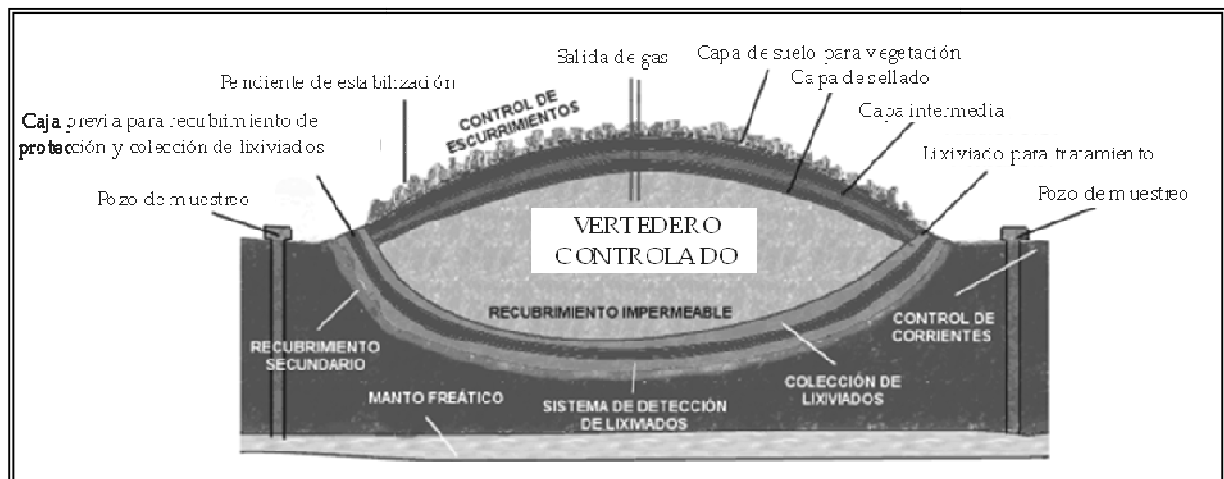

Figura 27 Esquema de un vertedero.
- **VERTEDERO CONTROLADO** (figura 27): agujero hecho en el suelo con el fondo y los laterales impermeabilizados. Los residuos se colocan en capas que luego se recubren con tierra. El agua de lixiviado se recoge en el sistema de drenaje, se lleva a una EDAR y se depura. En el vertedero hay un sistema de salida de gases procedentes de la descomposición anaeróbica de la materia orgánica ( $\text{CH}_4$  que se usa para obtener energía).